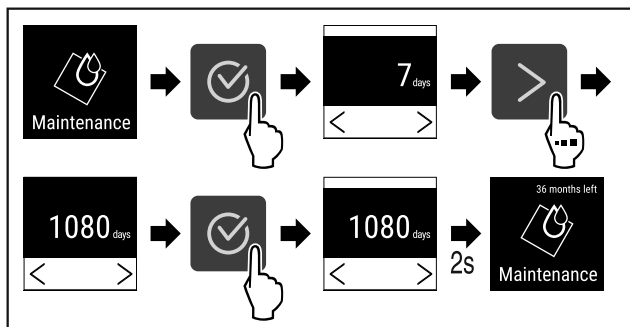

Fig. 69
- ▶ Izvedite zahtevane korake (glejte Fig. 69).